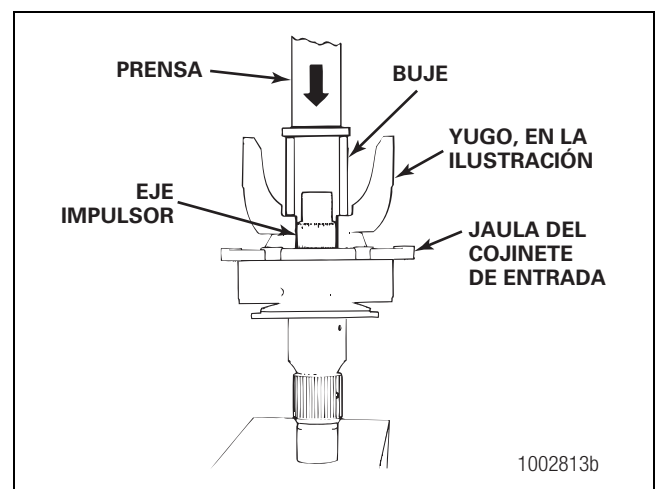

Figura 5.73
7. Use una prensa y buje o una herramienta de instalación para instalar el yugo o la brida en el eje impulsor. Si se utiliza una prensa y buje, verifique que el eje impulsor esté bien apoyado. Figura 5.73.